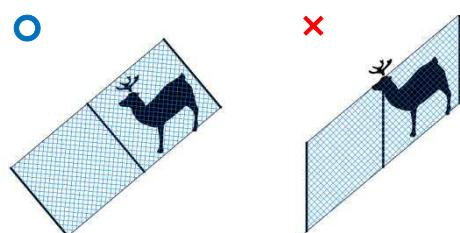

図1.2 シカ等とネットの角度
- 支柱は、地面に対して垂直に立て(図1.2)、打込み器で打ち込み、地上高を2m以上で確保し、支柱の間隔はおおむね3mとする。